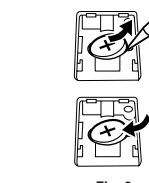

Fig. 2
- Retirez la pile usagée et mettez en place une pile neuve au lithium. Essayez l'intérieur du logement de la pile au moyen d'un chiffon sec; placez la pile de manière que le pôle "+" soit tourné vers le haut. (Fig. 2)